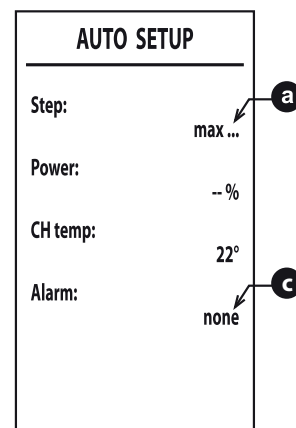

fig. 63 -
6. Dopo l'accensione, il bruciatore si posiziona alle varie potenze (max, med, min) indicate dal punto ("fig. 63 -").
8. Qualora la sequenza di accensione descritta al punto "6" non sia andata a buon fine, compare la scritta max_err al punto e un codice di errore al punto ("fig. 63 -").